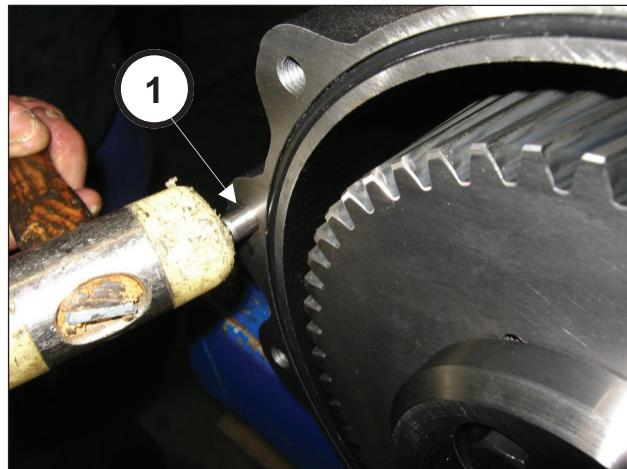

Abb. 70
Bringen Sie die 2 Stifte Ø10x24 am Getriebegehäuse an (Pos. ①, Abb. 70) und setzen Sie den O-Ring ein (Pos. ①, Abb. 71).